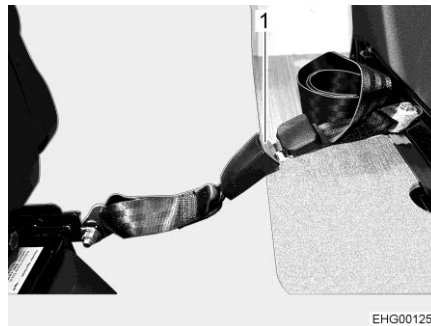
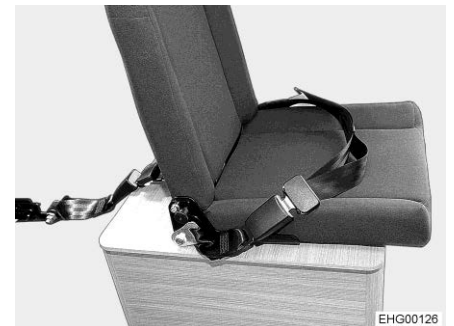

Fig. 34 Cinturón de retención
Fig. 35 Asiento (completamente montado)
- Enchufar el cinturón de retención (Fig. 34,1) en la hebilla. Ahora, el asiento adicional está completamente montado (Fig. 35).